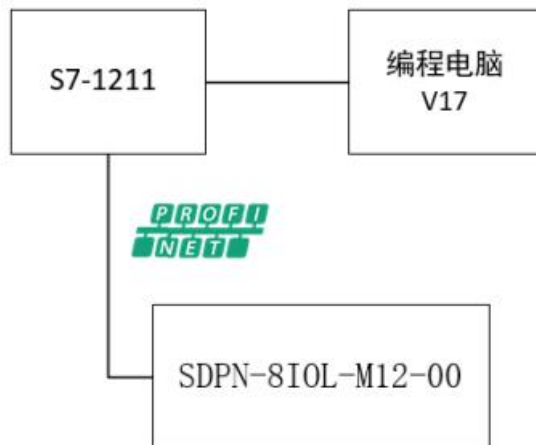

图 4-2-1-1 通讯连接图
1、通讯连接图如图 4-2-1-1 所示：
在菜单栏中选择“工具”>“查找 PROFINET 设备”，在窗口中选择与模块连接的网卡并查找设备，选择网络中的模块并编辑其设备名称，如下图 4-2-1-3 所示。
菜单栏中选择“工具”>“PROFINET”，选择 PLC 角色为控制器，如图 4-2-1-4 所示，添加主站并分配设备名称（需与上面步骤 4 中分配的设备名称一致）与 IP 地址。
添加从站模块，点击主站，删除端口 1 对象，在右侧目录中，添加从站模块最后点击生成，如图 4-2-1-6、图 4-2-1-7 所示：